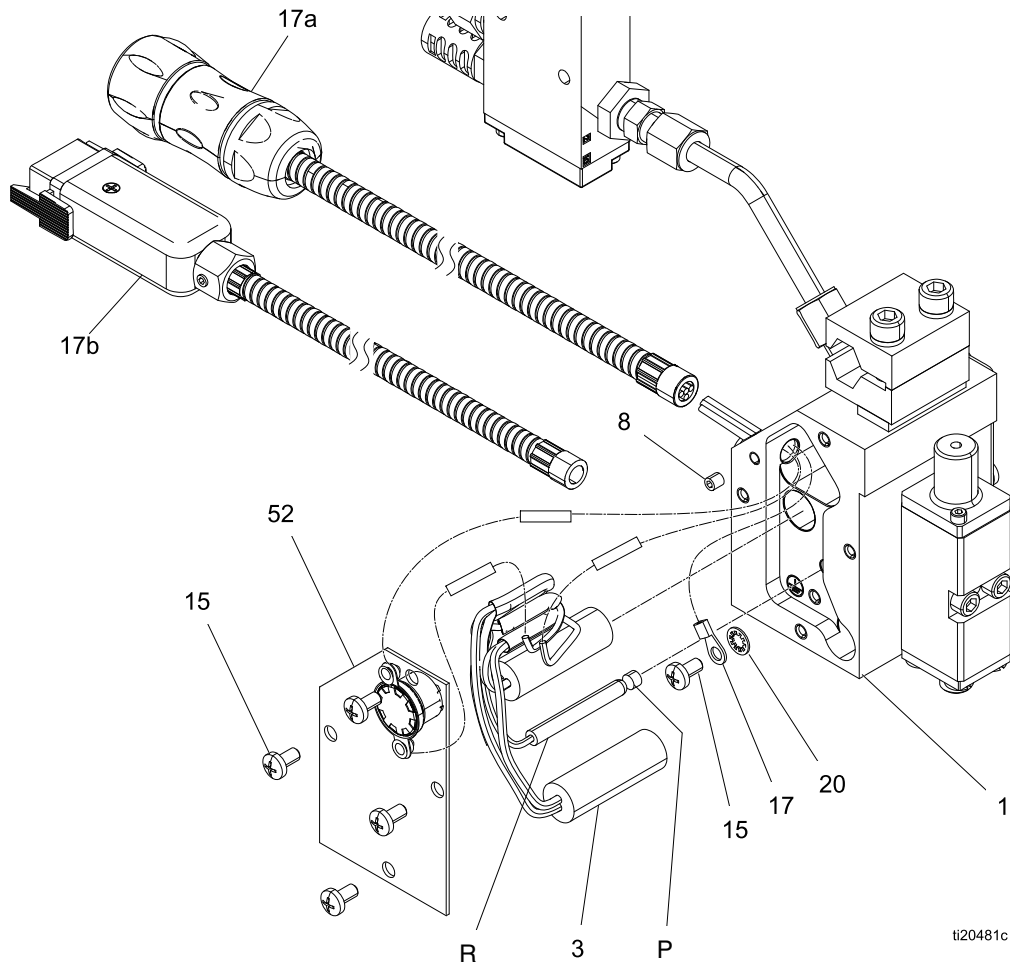

Figure 14 Запасные части
См. рис. 14.
11. Вставьте заглушку (P), резистивный датчик (R) температуры и тепловой предохранитель (52) в отверстия коллектора (1). См. рис. 14.